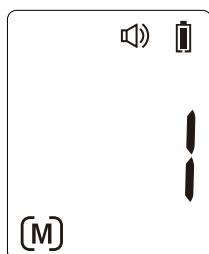

Figura 5
- Se puede acceder al Modo de Memoria tanto en el modo de frente como en el de objeto: Cuando el termómetro se ha encendido y seguido de la Figura 2/4 o ha finalizado la medición, presione el **Botón de Configuración**. La letra M aparecerá en la esquina inferior izquierda de la pantalla. (Ver Figura 5)